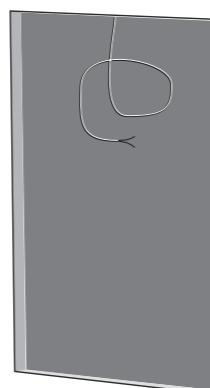

図 3. スピーカーケーブル付き乾式壁カットアウト
3. この場所にスピーカーウイヤーを配線します (図 3)。その時が来たときに接続を確立するために十分なたるみを残してください。スピーカーケーブルを固定して、動作中に動いたりガタガタしたりしないようにします。スピーカーケーブルが釘やネジに触れないように注意してください。電気絶縁が損傷する可能性があります。